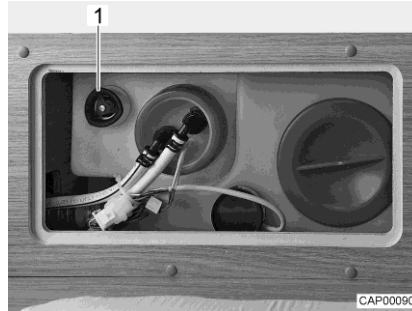

Fig. 88 Serbatoio dell'acqua con maniglia girevole
- Sul serbatoio dell'acqua, ruotare la maniglia girevole (Fig. 88,1) in senso orario fino all'arresto.
- Sul serbatoio dell'acqua, ruotare la maniglia girevole (Fig. 88,1) in senso antiorario fino all'arresto. L'acqua fuoriesce fino a ca. 20 litri.